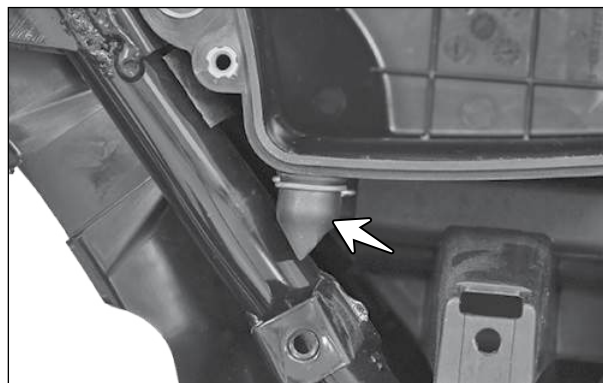

Fig. 2.27
- Inspecione e certifique-se de que não haja obstrução no tubo de drenagem do conjunto do filtro de ar. (Fig. 2.27)